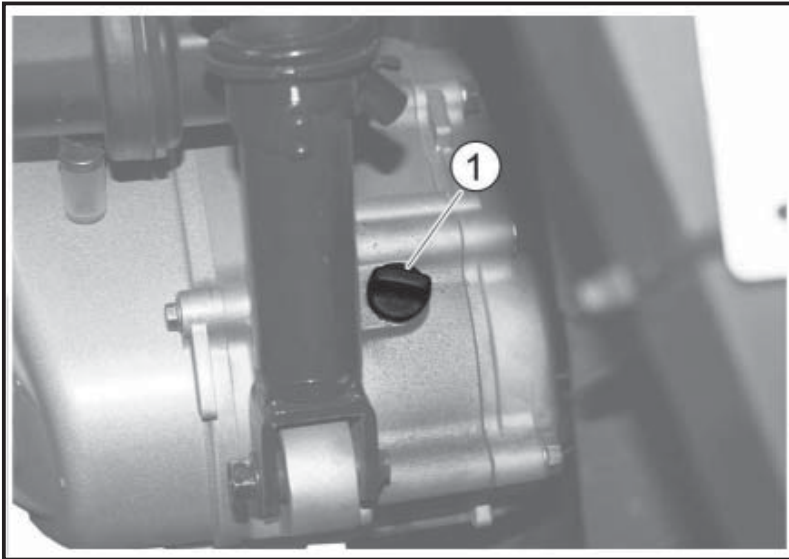

Fig. 01
- Desenrosque el tapón «1 - Fig. 01».